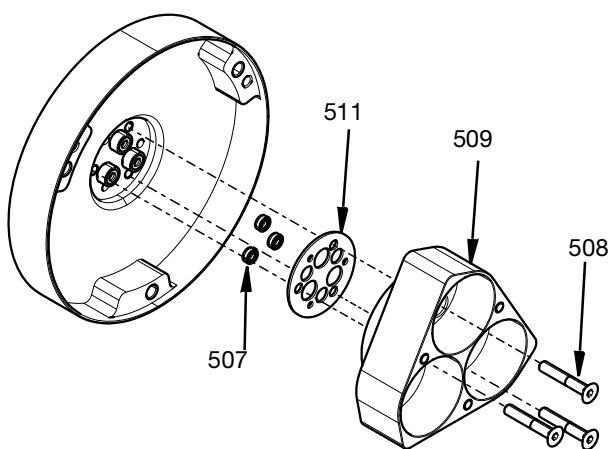

FIG. 14
- Quite los tres tornillos M4 (508) que sujetan el alojamiento del cilindro de aire (509). Una vez desmontado el alojamiento del cilindro de aire, pueden quitarse la junta del alojamiento del cilindro (511) y las juntas de las varillas (201). Consulte el apartado **Kit de herramienta de inserción y extracción de juntas 25T489**, página 37 para quitar juntas de varillas. Consulte la FIG. 14.